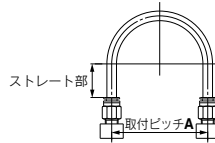
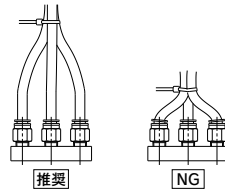

図1 推奨配管図
図2 結束バンドで配管を束ねた場合
- ① 取付けはパイロットボディの六角二面幅に工具をしっかり合せて締め込んでください。工具の合わせが不十分で六角二面幅を傷付けた場合、パイロットボディが変形し、パイロット作動不良の原因となる場合があります。
- ② カバー(パイロットポート部)や継手部など製品への衝撃、工具によるこじり、打撃は避けてください。また、カバー(パイロットポート部)への管継手配管時・取付け後にモーメント、ねじり、引張等の外力は避けてください。破損やエア漏れの原因となります。配管するチューブは、図1の推奨配管条件にて、チューブ長さに余裕を持った配管をお願い致します。結束バンドなどで配管を束ねる場合には配管部に外力が加わらないようご配慮願います。(図2参照)